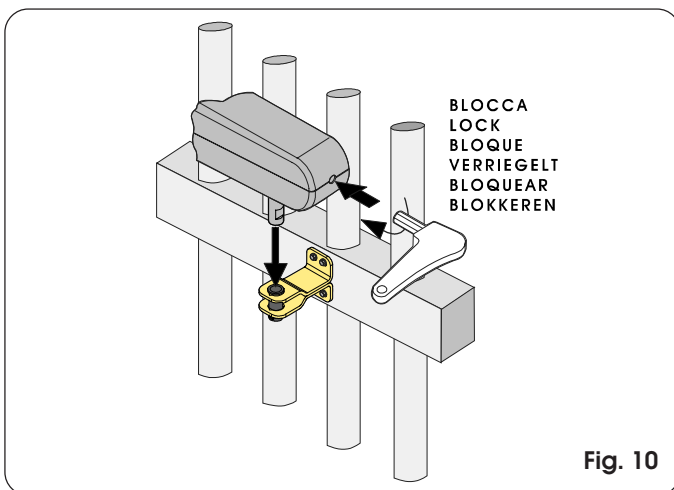

Fig. 10
Fissare l'operatore all'attacco anteriore come indicato in Fig. 10 e ruotare la chiave di sblocco in senso orario fino alla battuta di chiusura.
- riposizionare l'operatore sull'attacco anteriore (Fig. 10);